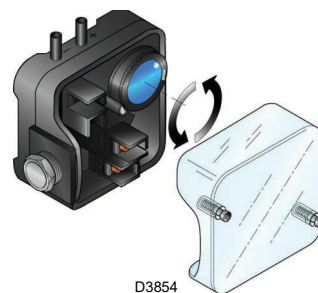

Fig. 26
- Régler le pressostat d'air (Fig. 26 à la p. 28) en début d'échelle.
Effectuer le réglage du pressostat air après avoir effectué tous les autres réglages du brûleur avec le pressostat air réglé en début d'échelle (Fig. 26). Avec le brûleur fonctionnant à la puissance MIN, placer un analyseur de la combustion dans la cheminée, fermer lentement la bouche d'aspiration du ventilateur (par exemple avec un morceau de carton) jusqu'à ce que la valeur de CO dépasse les 100 ppm.